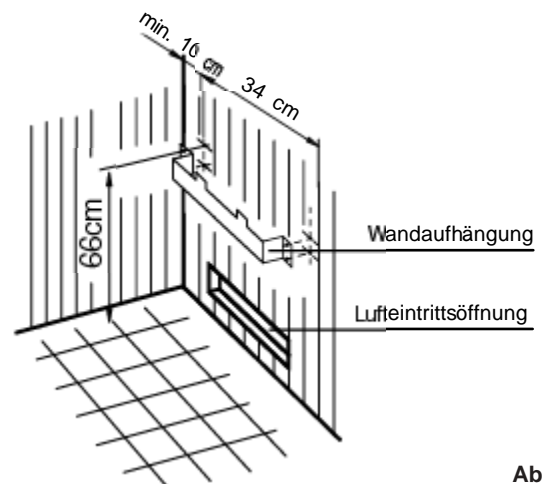

Abb. 20
1. Wandhalterung gemäß Abb.20 + 21 mittig über Luft-eintrittsöffnung mit den beigelegten Spanplatten-schrauben an der Kabinenwand festschrauben. Hierbei beachten, dass der seitliche Abstand zwischen Saunaheizergerät und Kabinenwand mindestens 7 cm betragen muss.